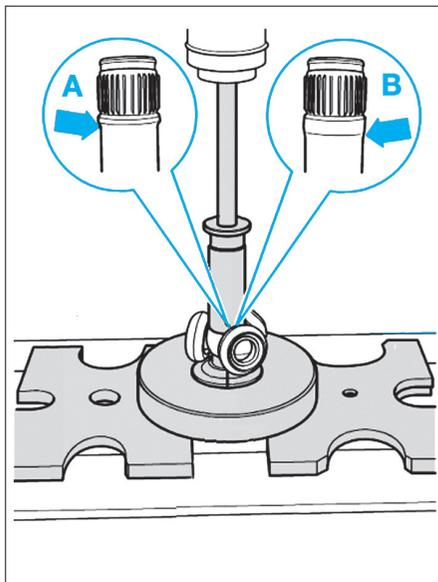

Fig. 7
- Monter le tripode à la presse sur l'arbre en tenant compte des repères préalablement fait au démontage et enfoncer l'ensemble jusqu'en butée (Fig.7).